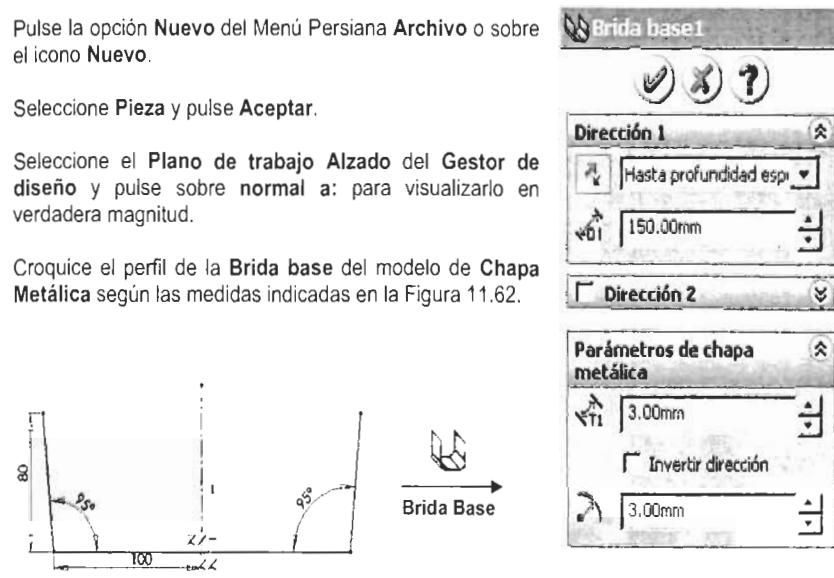

Figura 11.62. Croquis de la operación Brida Base.
- Croquice el perfil de la Brida base del modelo de Chapa Metálica según las medidas indicadas en la Figura 11.62.